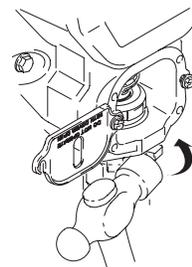

Fig. 13
6. Fig. 13. Visser le contre-écrou (12) sur la pompe jusqu'en butée. Serrer le contre-écrou à la main, puis tourner de 1/8 à 1/4 de tour en tapant avec un marteau de 20 oz (maximum) et serrer à un couple d'env. 75 ± 5 ft-lb (102 N·m).